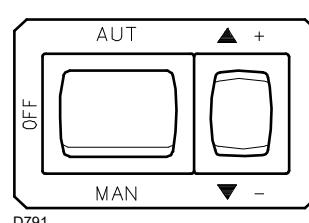
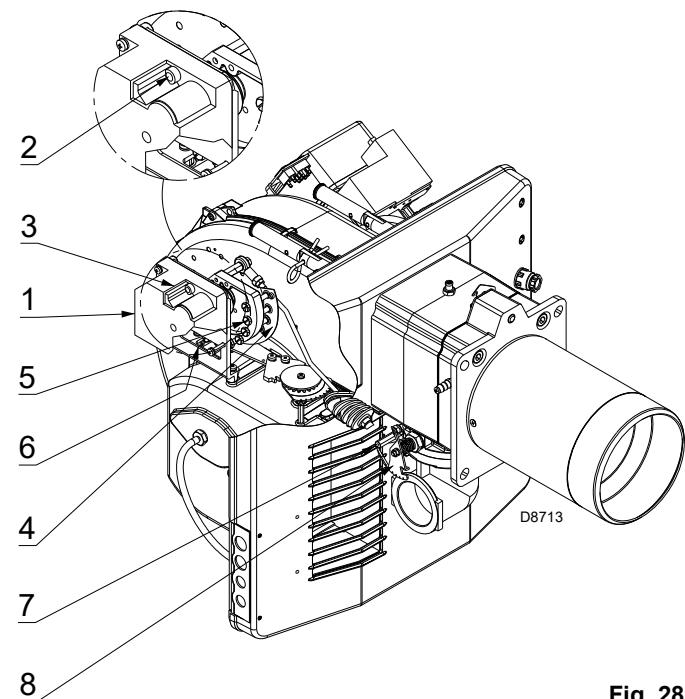
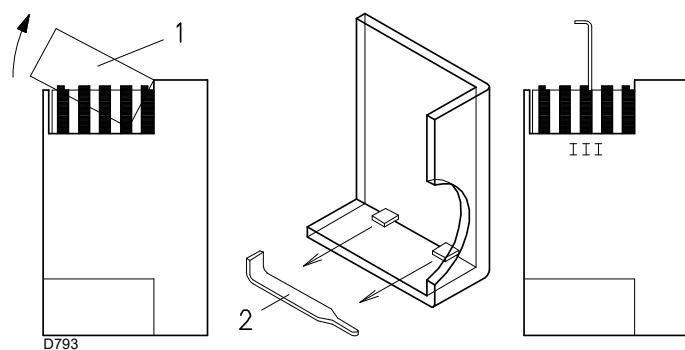

Fig. 27
Fig. 28
Fig. 29
Fermer les thermostats / pressostats et mettre l'interrupteur de la Fig. 27 sur " MAN ".
Appuyer donc sur le bouton 2)(Fig. 27) " augmentation de la puissance " et le maintenir pressé jusqu'à ce que le servomoteur ouvre le volet d'air et le papillon à gaz soit à 90°.
Modifier en progression le profil final de la came 4)(Fig. 28) en agissant sur les vis de celle-ci qui apparaissent à l'intérieur de l'ouverture 6) (Fig. 28).
Appuyer sur le bouton 2)(Fig. 27) " diminution de la puissance " et le maintenir pressé jusqu'à ce que le servomoteur ferme le volet d'air et le papillon à gaz soit à 15° (réglage effectué en usine).
- S'il faut diminuer ce débit, réduire légèrement l'angle de la came III (Fig. 29) par de légers déplacements successifs, c'est-à-dire aller de l'angle 15° à 13° - 11°....
- S'il faut l'augmenter, appuyer légèrement sur le bouton " augmentation de la puissance " 2)(Fig. 27) (c'est-à-dire ouvrir de 10-15° le papillon gaz), augmenter l'angle de la came III (Fig. 29) par de légers déplacements successifs, c'est-à-dire aller de l'angle 15° à 17° - 19°....
Pour le réglage éventuel de la came III, enlever le couvercle 1)(Fig. 29), installé à pression, comme indiqué sur la Fig. 29, extraire la clavette 2)(Fig. 29) située à l'intérieur et l'introduire dans la fente de la came III.
Modifier en progression le profil initial de la came 4)(Fig. 28) en agissant sur les vis de celle-ci qui apparaissent à l'intérieur de l'ouverture 6) (Fig. 28).
Appuyer légèrement sur le bouton 2)(Fig. 27) " augmentation de la puissance " de manière qu'une nouvelle vis 5)(Fig. 28) apparaisse à l'intérieur de l'ouverture 6)(Fig. 28), la régler jusqu'à obtenir une combustion optimale. Procéder de la même façon avec les vis successives.
Éteindre le brûleur en actionnant l'interrupteur 1)(Fig. 27), position " OFF ", détacher la came à profil variable en mettant la fente 2)(Fig. 28) du servomoteur en position verticale et vérifier plusieurs fois, en tournant manuellement la came vers l'avant et vers l'arrière, que le mouvement est souple et sans obstructions. Si possible, faire en sorte de ne pas déplacer les vis aux extrémités de la came, réglées précédemment pour l'ouverture du volet à la puissance MAX. et MIN.